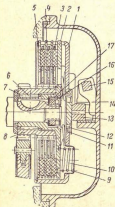

Рис. 127. Сцепление мотороллера „Ватка“:
**Силовая передача.** На мотороллере ВП-150 применено многодисковое сцепление (рис. 127), работающее в масляной ванне. Сцепление установлено на коленчатом валу двигателя в коробке передней передачи.